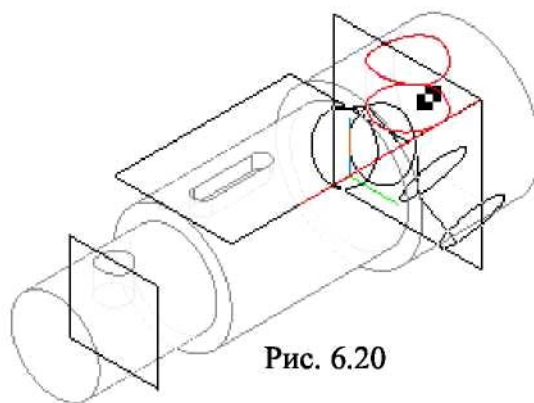

Рис. 6.20
7. Так как в одной из ступеней вала выполнено три одинаковых отверстия, то для их формирования используем команду  **Массив по concentric сетке** (рис. 6.20).